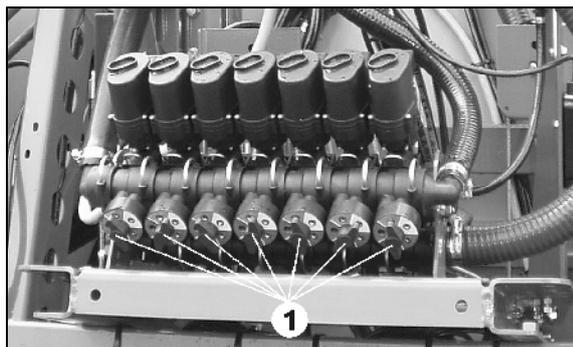
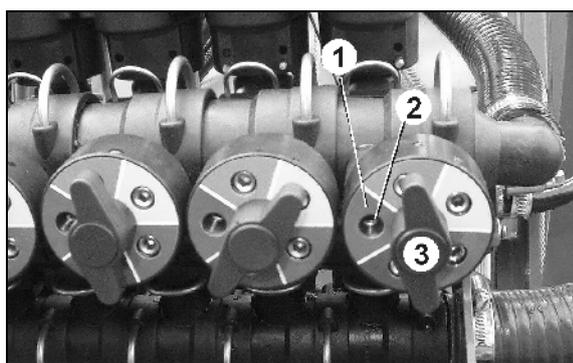

图 3
图 4
7. 等压预选盘标记为彩色的区域 (图 3/1) 与相应的喷嘴的颜色一致。选定喷嘴的彩色区域必须指向左侧 (图 4/1)。
8. 通过无头螺钉 (图 4/2) 预设等压表。
- o 旋转与该喷杆组阀门对应的等压装置的无头螺钉 (图 4/2)，直至喷洒压力显示器再次正好显示0.4MPa的喷洒压力为止。随后打开喷杆组。
10. 在针对相应的喷嘴预设等压之后，可在更换喷杆之后通过旋转等压预选盘将等压重设为所对应的喷嘴颜色。为此应松脱翼形螺母 (图 4/3) - 向前拉动并旋转等压预选盘 - 拧紧翼形螺母。